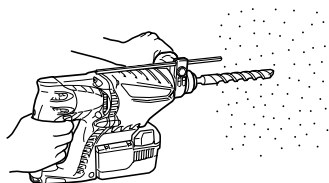

Fig. 13
- (1) Monter le foret de perçage.
- (2) Tirer l'interrupteur de déclenchement après avoir appliqué la pointe du foret sur la position de perçage désirée. (Fig. 13)
- Quand le foret de perçage touche une poutre en fer, la mèche s'arrête immédiatement et la perceuse réagit en tournant. Par conséquent, tenir fermement la poignée principale et la poignée latérale, comme indiqué à la Fig. 13.